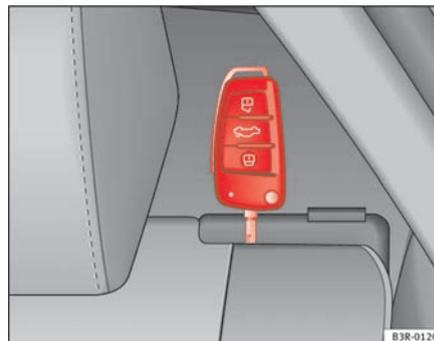

Fig. 119 Pour verrouiller le dossier de banquette arrière
- Tournez la clé dans la serrure du levier de déverrouillage ⇒ page 148, fig. 119 vers la gauche.